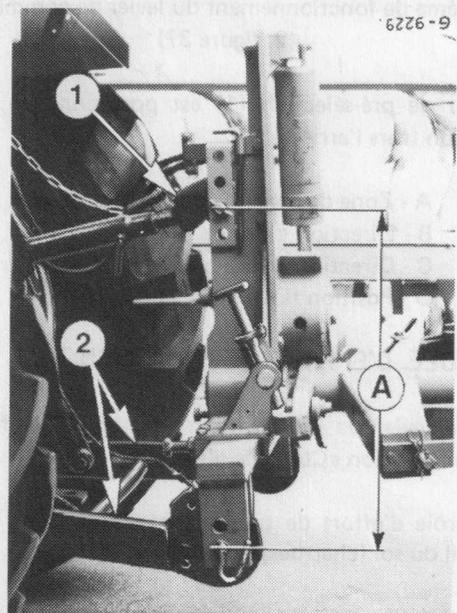
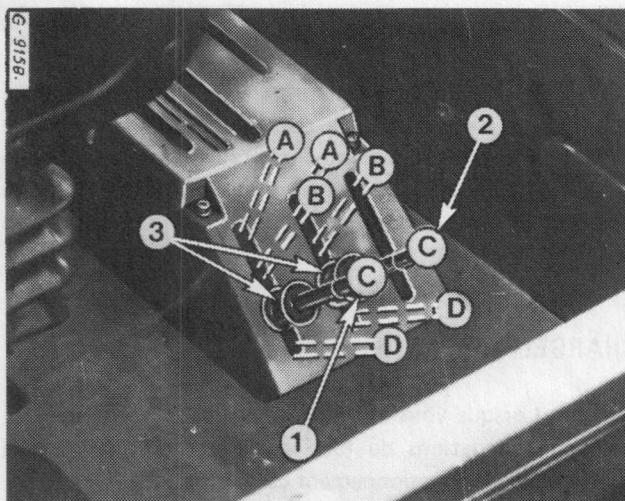

Figure 41
Figure 43 - Valve auxiliaire double effet.
Raccordez le bras du 3ème point (1), fig. 41 au trou (2 ou 3) fig. 43 suivant le cas.
Pour lever, tirez toujours les leviers (1 et 2) - fig. 43, complètement en arrière pour éviter une surchauffe d'huile hydraulique.
- 1 - Coupleur automatique (levier 1, fig.43)
- 2 - Coupleur automatique (levier 2, fig. 43)
IMPORTANT : En règle générale les vérins simple effet ne doivent être raccordés qu'à des valves auxiliaires simple effet. Si vous devez raccorder un vérin simple effet à une valve auxiliaire double effet, utilisez la position flottante (A) fig. 43 pour l'abaissement afin d'éviter la surchauffe de l'huile hydraulique.